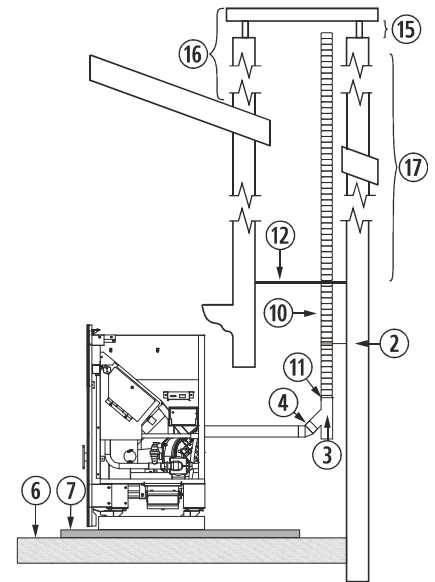

Figura 7
4.26. La instalación de un encastrable en una chimenea de obra se puede realizar en toda su totalidad en tubo flexible, tal y como indica la figura 7. Debemos tener especial cuidado a la hora de realizar el aislamiento entre la chimenea y el tubo de la salida de gases, para evitar posibles retrocesos de gases en caso de tormenta.
②	Abrazadera de sujeción de acero inoxidable.
③	Te de 135° con registro.
④	Codo de 45°.
⑥	Suelo de madera.
⑦	Protector del suelo no combustible.
⑩	Tubo flexible de acero inoxidable.
⑪	Manguito unión rígido a flexible.
⑫	Aislante anti retroceso.
⑮	Mínimo 200mm.
⑯	Debe sobrepasar 1 metro el tejado.